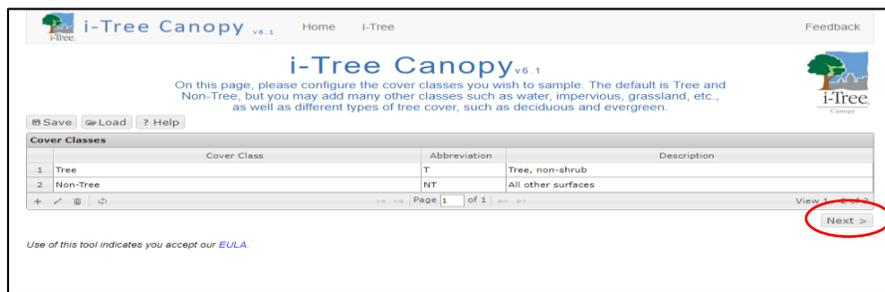

Figura 40. Paso 3 i-tree – Saltarse esta pantalla
- 1.3. El Desarrollador del Proyecto deberá de saltarse las siguientes dos pantallas (Figura 40 y 41).